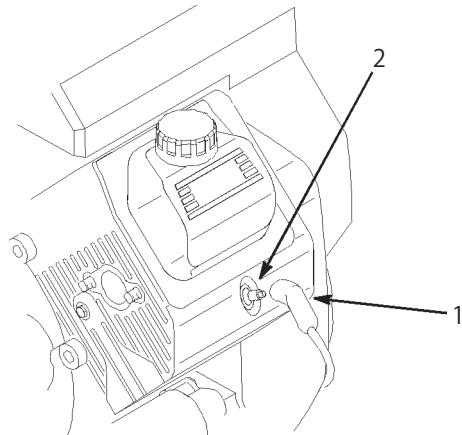

図58
3. 点火コード（図58）を抜き取る。
3. 点火コード(図58)を取り付ける。